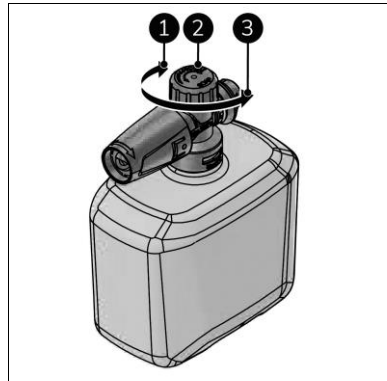

Abbildung 19
3. Drehen Sie den Kopf der Schaumdüse (Abbildung 19, Pos. 2), um die Schaummenge zu verändern:
- für mehr Schaum im Uhrzeigersinn drehen (Abbildung 19, Pos. 1).
- für weniger Schaum gegen den Uhrzeigersinn drehen (Abbildung 19, Pos. 3).